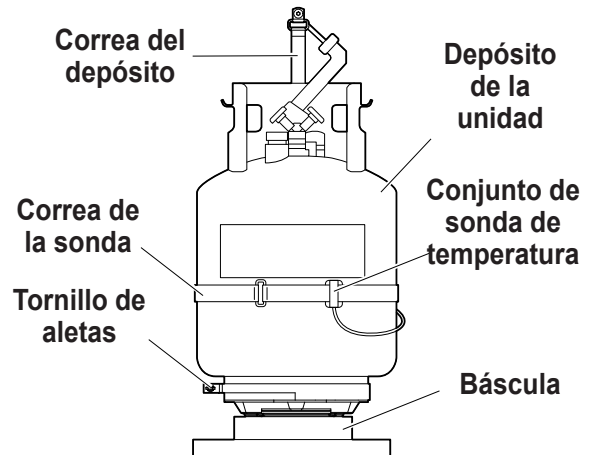

Figura 1
2. Coloque el depósito sobre la báscula como se muestra en la Figura 1. Apriete el tornillo de aletas de la báscula.
3. Haga un bucle con la correa de retención del depósito a través de la manija del depósito y asegure el broche nuevamente al aro de la correa. Consulte la Figura 1.
5. Retire el conjunto y la correa de la sonda de temperatura de su empaque e instale en el depósito. La unidad no funcionará correctamente sin la sonda de temperatura del depósito. Consulte la Figura 1 para ver la posición correcta de la sonda.